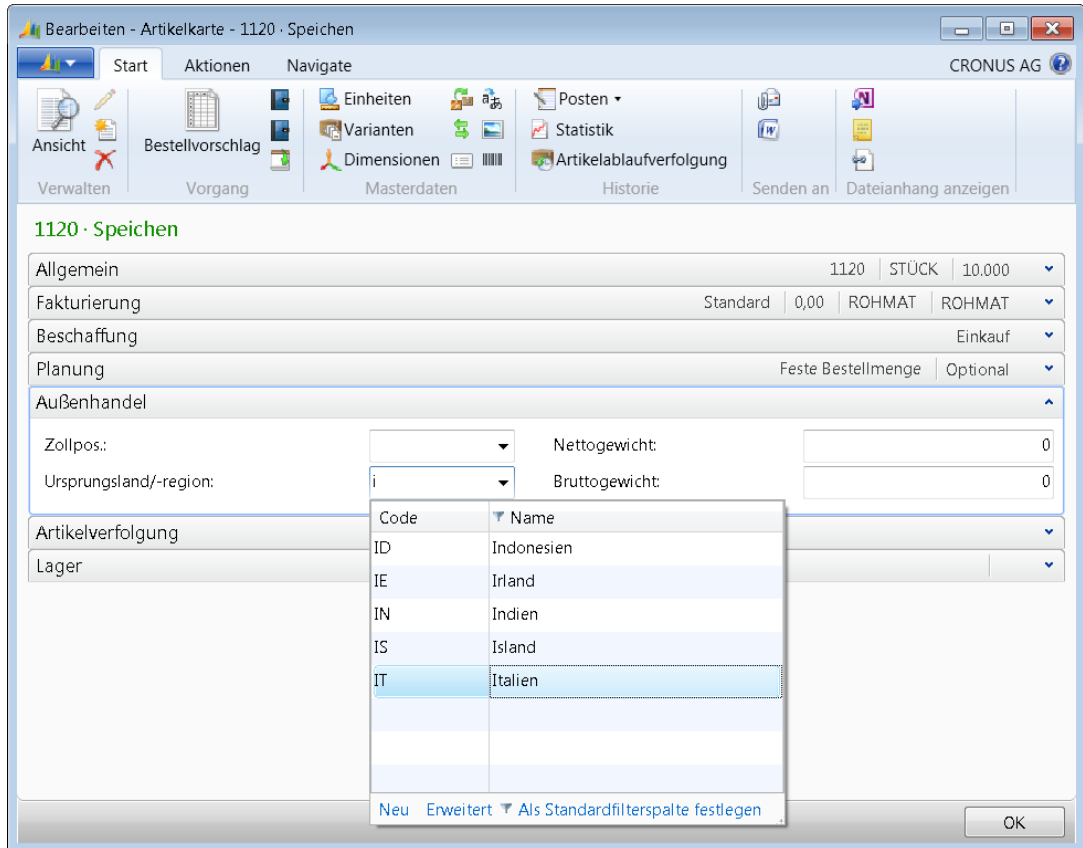

Abbildung 2.8 Suchfenster zum Ursprungsland
5. Das gewünschte Land »Italien« finden Sie am einfachsten, indem Sie im Feld *Ursprungsland* ein »I« eintippen. Im Suchfenster können Sie anschließend über die -Taste auf die Spalte *Name* wechseln, womit die Suche auf alle Länder eingeschränkt wird, die mit »I« beginnen (siehe Abbildung 2.8).